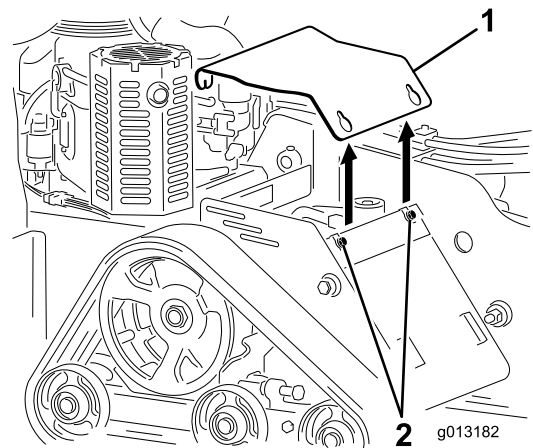

Bild 23
4. Lösen Sie die 3 Schrauben, mit denen die Abdeckplatte am Rahmen befestigt ist, bis die Abdeckung nicht mehr befestigt ist (Bild 23).
6. Schieben Sie die Abdeckplatte in die richtige Stellung und befestigen sie mit den drei vorher gelösten Schrauben, um die Abdeckplatte vor dem Einsatz der Maschine zu montieren (Bild 23).